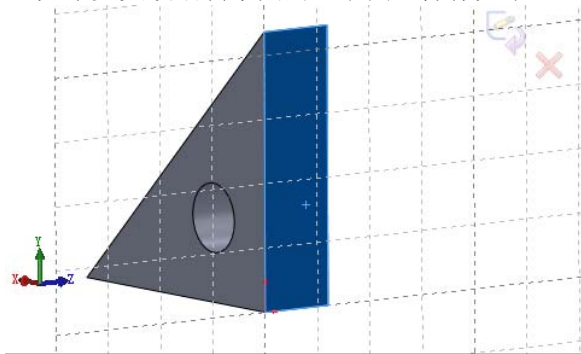

图 2-5 显示网格线
1) 如果在“文档属性”选项卡中的“网格线/捕捉”项目选择了“显示网格线”复选框，则在所选的面上显示网格线，如图 2-5 所示。
(4) 如果要在另一个面上绘制草图, 退出当前草图, 选择新的面并打开一张新的草图。当草图绘制好之后, 如果要更改绘制草图的基准面, 操作如下: